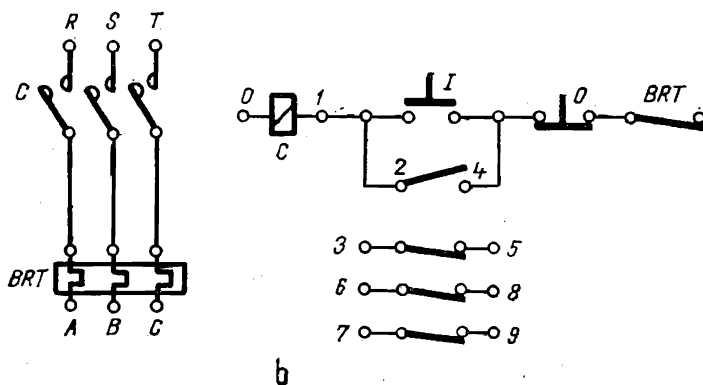

Fig. 5.34. Contactoare cu relee în carcasă de bachelită:
- cu carcasă din material plastic (fig. 5.34...5.36);